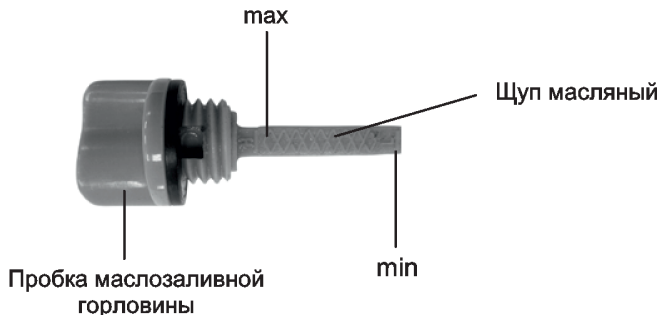

Рис. 12
3. Извлеките щуп и проверьте уровень масла. Он должен находиться между верхней и нижней отметкой контрольного щупа ближе к верхней отметке (max) (Рис.12). В случае необходимости долейте свежее моторное масло